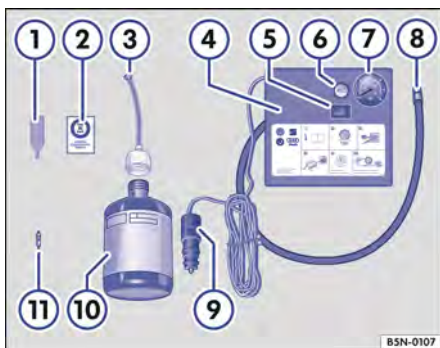

Fig. 258 Representación esquemática: componentes del kit reparapinchazos.
El kit reparapinchazos se encuentra en el maletero, debajo del recubrimiento del piso. Se compone de los siguientes elementos → **fig. 258**:
- Pegue el adhesivo → fig. 258 ② del kit reparapinchazos en el tablero de instrumentos dentro del campo de visión del conductor.
- Desenrosque el obús de la válvula con el desmontaobuses → fig. 258 ① y deposítelo sobre una base limpia.
- Agite enérgicamente la botella de sellante → fig. 258 ⑩ unas cuantas veces.
- Enrosque fijamente el tubo de llenado → fig. 258 ③ en la botella de sellante en el sentido de las agujas del reloj. El precinto de la boca de la botella se perfora automáticamente.
- Retire el tapón del tubo de llenado → fig. 258 ③ e introduzca el extremo abierto en la válvula del neumático por completo.
- Enrosque nuevamente el obús en la válvula del neumático con ayuda del desmontaobuses → fig. 258 ①.
- Enrosque fijamente el tubo de inflado → fig. 258 ⑧ del compresor de aire en la válvula del neumático.
- Compruebe que el tornillo de descarga de aire → fig. 258 ⑥ esté cerrado.
- Acople el conector de 12 voltios → fig. 258 ⑨ a una toma de corriente de 12 voltios del vehículo → pág. 251.
- Encienda el compresor de aire con el conmutador de encendido y apagado → fig. 258 ⑤.
- Deje el compresor en funcionamiento hasta alcanzar una presión de 2,0 a 2,5 bares (29-36 psi/200-250 kPa) →  **No lo deje funcionar más de 8 minutos** → ①.
Vuelva a enroscar el tubo de inflado → fig. 258 ⑧ y compruebe la presión del neumático en el indicador ⑦.